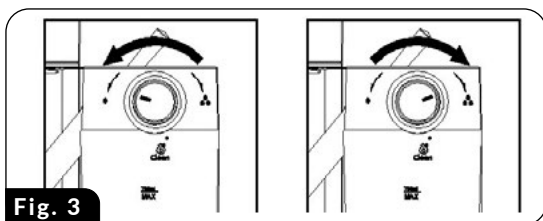

Fig. 3
**ATENȚIE! Înainte de a pregăti cafeaua CAPPUCCINO, reglați cantitatea de lapte spumat în funcție de preferințele dumneavoastră, rotindu-se butonul de dozare (23) spre stânga pentru mai multă spumă sau spre dreapta pentru mai puțină spumă (fig.3). De asemenea, puteți regla intensitatea spumei în timpul procesului de spumare.**
**ATENȚIE! Înainte de a vă pregăti cafeaua LATTE, reglați cantitatea de lapte spumat în funcție de preferințele dvs., rotiți butonul de dozare (23) spre stânga pentru mai multă spumă sau spre dreapta pentru a reduce cantitatea de spumă (fig.3). De asemenea, puteți regla intensitatea spumei în timpul procesului de spumare.**
1. Montați filtrul selectat (13) în vasul (10), umpleți-l cu cafea și instalați vasul în aparatul de cafea.
2. Asigurați-vă că există cantitatea potrivită de apă în rezervorul de apă (15) și cantitatea potrivită de lapte în rezervorul de lapte (19).